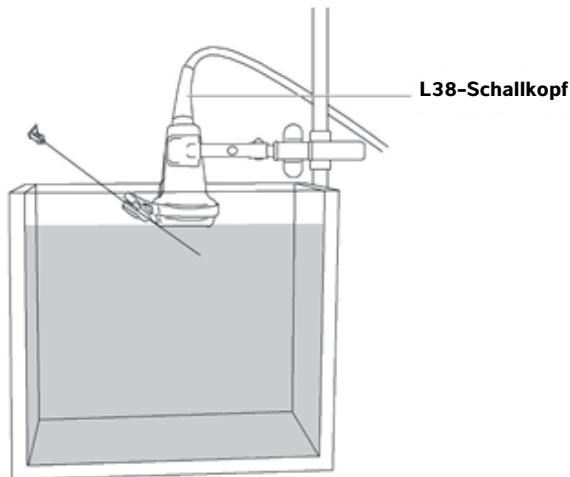

Abbildung 2 L38-Schallkopf mit Nadel in Prüfflüssigkeit
- ▶ Mit Prüfflüssigkeit (All World Scientific Code 3480) oder destilliertem Wasser gefüllter Tank. Siehe Abbildung 2, „L38-Schallkopf mit Nadel in Prüfflüssigkeit“ auf Seite 24.
- 7 Die Nadel so weit in den mit Prüfflüssigkeit oder destilliertem Wasser befüllten Tank tauchen, bis ihr Ultraschallbild auf der Systemanzeige zu sehen ist (siehe Abbildung 2, „L38-Schallkopf mit Nadel in Prüfflüssigkeit“ auf Seite 24).